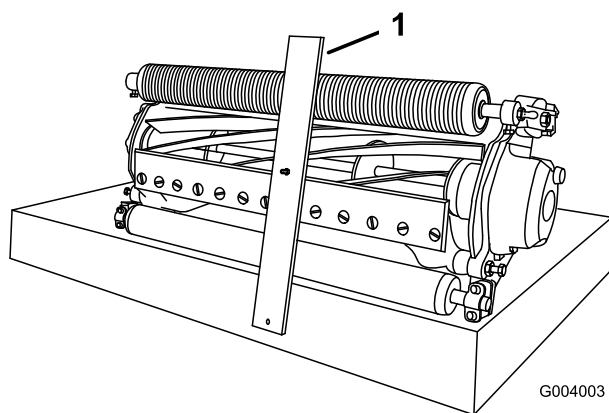

Figura 58
3. Prenda a cabeça do parafuso à extremidade cortante da lâmina de corte e apoie a extremidade traseira da barra no rolo traseiro (Figura 58).